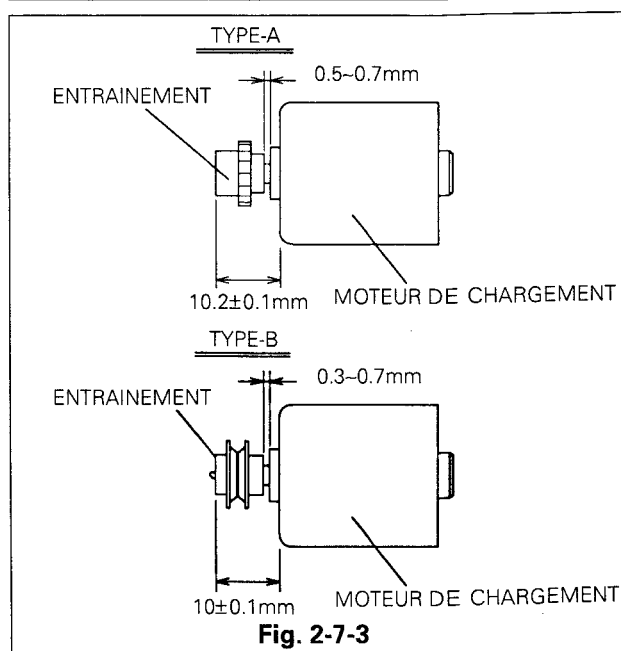

Fig. 2-7-3
- Fixer l'entraînement sur le nouveau moteur de chargement (Fig.2.7.3).